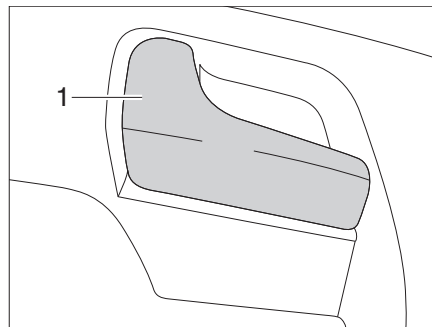

Bild 47 Türschloss Fahrtür, innen
- Am Griff (Bild 47,1) ziehen. Das Türschloss wird entriegelt.